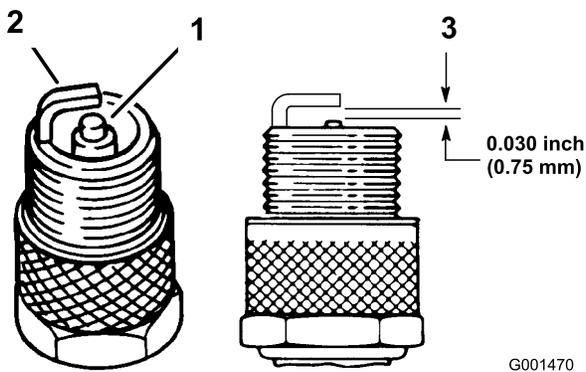

Figure 37
- Contrôlez l'écartement entre l'électrode centrale et l'électrode latérale (Figure 37). Courbez l'électrode latérale (Figure 37) si l'écartement est incorrect.
- Connectez les bougies (Figure 37).
- Examinez le centre des bougies (Figure 37). Si le bec de l'isolateur est recouvert d'un léger dépôt gris ou brun, le moteur fonctionne correctement. S'il est couvert d'un dépôt noir, c'est généralement signe que le filtre à air est encrassé.